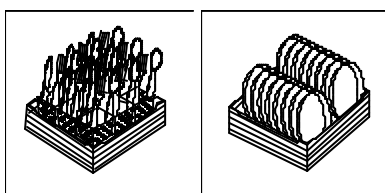

Fig. 13
- Colocar los platos en las cestas de púas sin que se intercalen unos con otros.(Fig. 13).